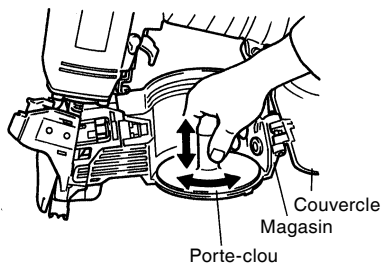

Fig. 2
- Réglez la position du porte-clou en fonction de la longueur des clous. (Fig. 2).